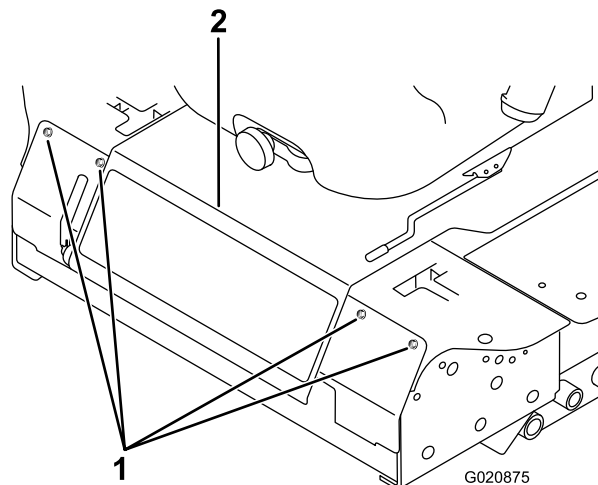

Figura 50
2. Togliete i bulloni che fissano il pannello anteriore, e rimuovete il pannello (Figura 50).